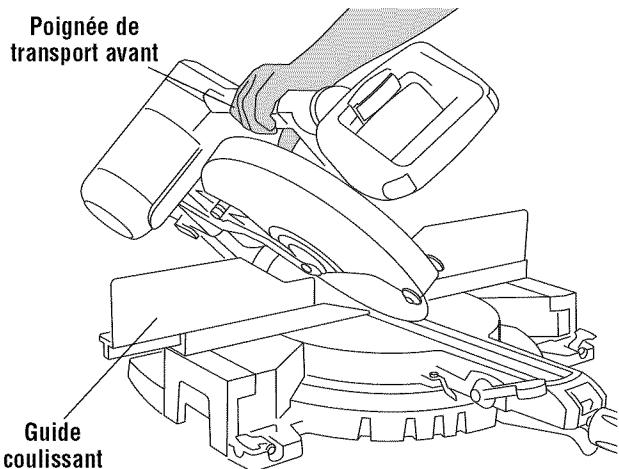

Figure 29.
- Déplacez le guide coulissant gauche pour dégager l'ensemble de la scie et re-bloquez-le (Figure 29). **45°-0 Left**
- Une fois dans la position de biseau désirée, appuyez à fond vers le bas sur le levier de blocage du biseau pour l'amener en dessous du niveau de la table (Figure 29).
- Déplacez le guide coulissant droit pour dégager l'ensemble de la scie et re-bloquez-le (Figure 29). **0-45° Right**
- Déplacez les guides coulissants gauches et droits pour dégager l'ensemble de la scie et re-bloquez-les (Figure 29). **47°-47° Max**